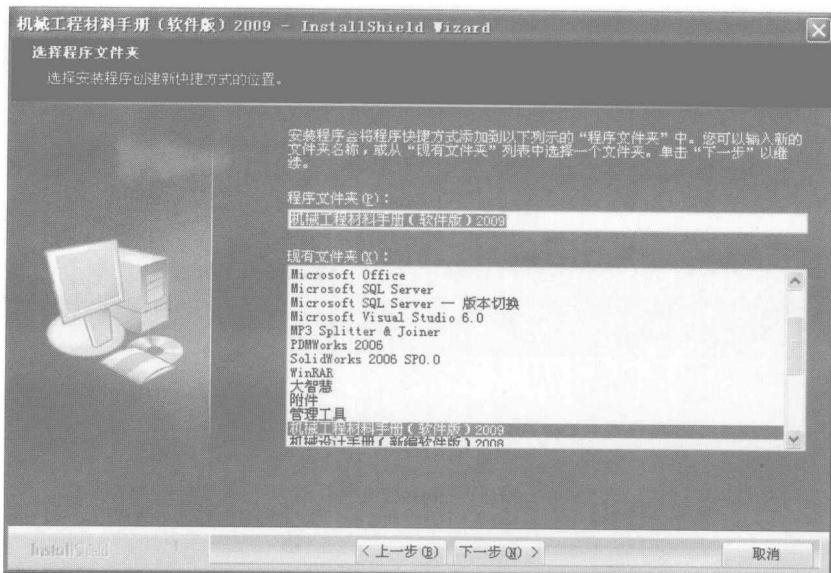

图 1-7 选择程序文件夹界面
(6) 单击“下一步”按钮, 进入选择程序文件夹界面, 如图 1-7 所示。用户可以输入新的文件夹名, 或从现有的文件夹列表中选择一个。